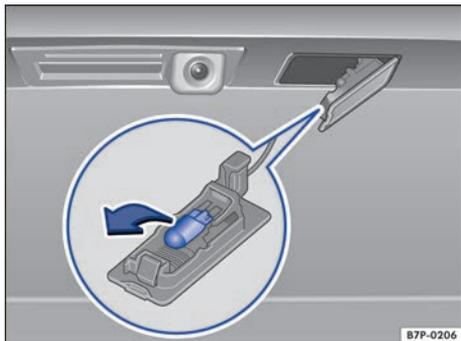

Fig. 286 Luz de matrícula: cambio de lámpara.
4. Extraiga la lámpara averiada en el sentido de la flecha y sustítuyala por otra nueva del mismo tipo → fig. 286.